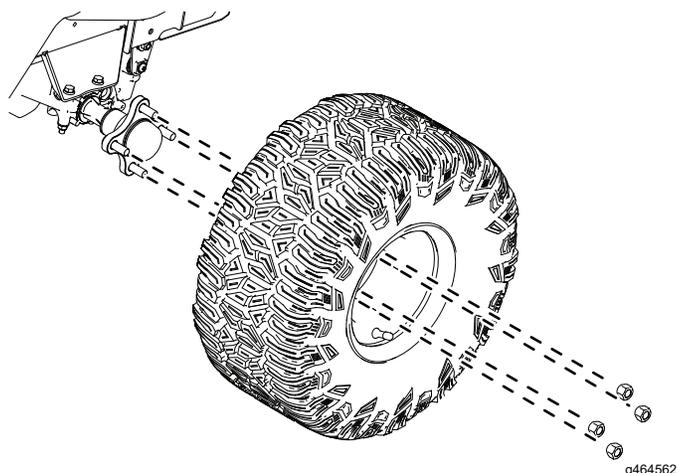

Figura 4
10. Retire os pneus traseiros como se mostra na Figura 4.